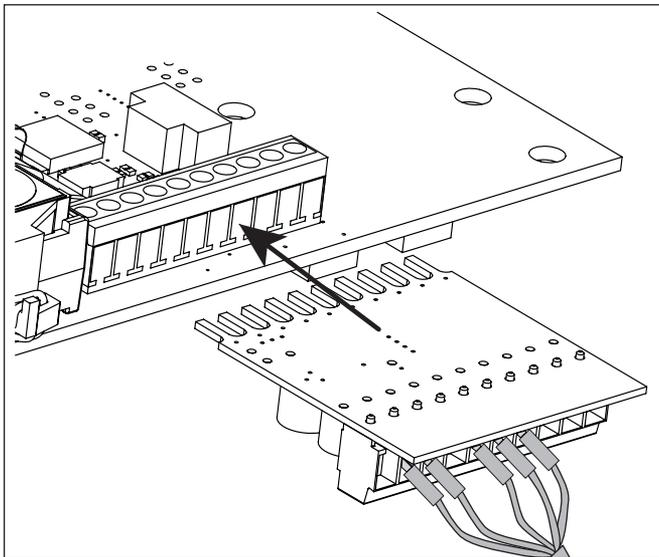

Fig. 8 Allacciare la scheda elettronica dell'adattatore alla morsetteria
- ▶ Allacciare la scheda elettronica dell'adattatore alla morsetteria dell'inverter (vedere fig.8)